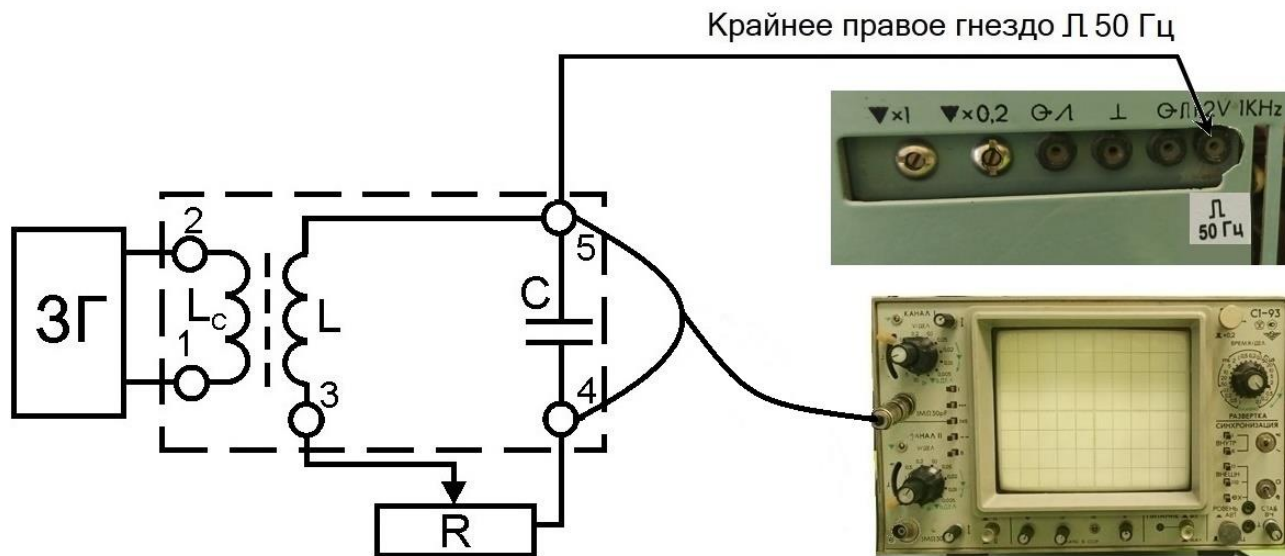

Рис. 7. Схема экспериментальной установки
Принципиальная схема установки приведена на рис. 7. Элементы колебательного контура – катушка индуктивности L с ферромагнитным сердечником, конденсатор C и катушка связи L_c , обведенные на схеме пунктиром, смонтированы на отдельной панели. Магазин сопротивлений R , подключаемый к клеммам 3 и 4 панели, служит для изменения сопротивления контура. Для наблюдения за напряжением на обкладках конденсатора при затухающих и вынужденных колебаниях применяется осциллограф С1-93, подключаемый к клеммам 4 и 5 панели.
которого «Л 50 Гц» расположено на боковой панели осциллографа (рис. 7). Периодический сигнал прямоугольной формы подается с гнезда «Л 50 Гц» на клемму 5 панели. Включение/выключение генератора прямоугольных импульсов осуществляется с помощью тумблера «Л 50 Гц», находящегося на задней панели осциллографа. При этом звуковой генератор (ЗГ) выключен.
1. Согласно схеме (см. рис. 7) подключить к панели с элементами колебательного контура: магазин сопротивлений к клеммам 3 и 4; осциллограф к клеммам 4 и 5; звуковой генератор (ЗГ) к клеммам 1 и 2.